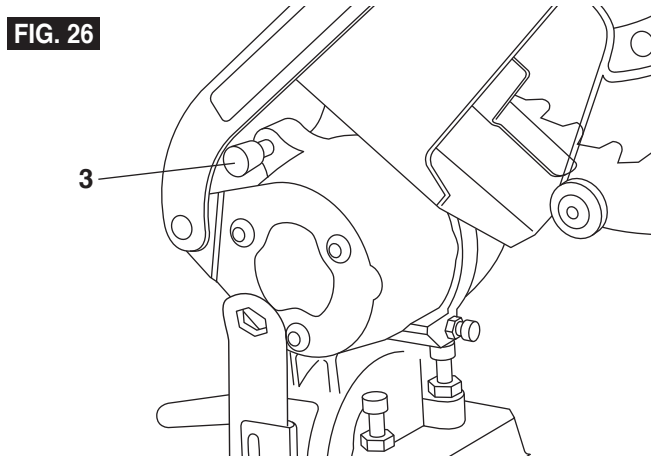

FIG. 26
2. Pull out the handle stop latch **3** (Figure 26).
2. Tirez sur le verrou de butée de la poignée **3** (Figure 26).